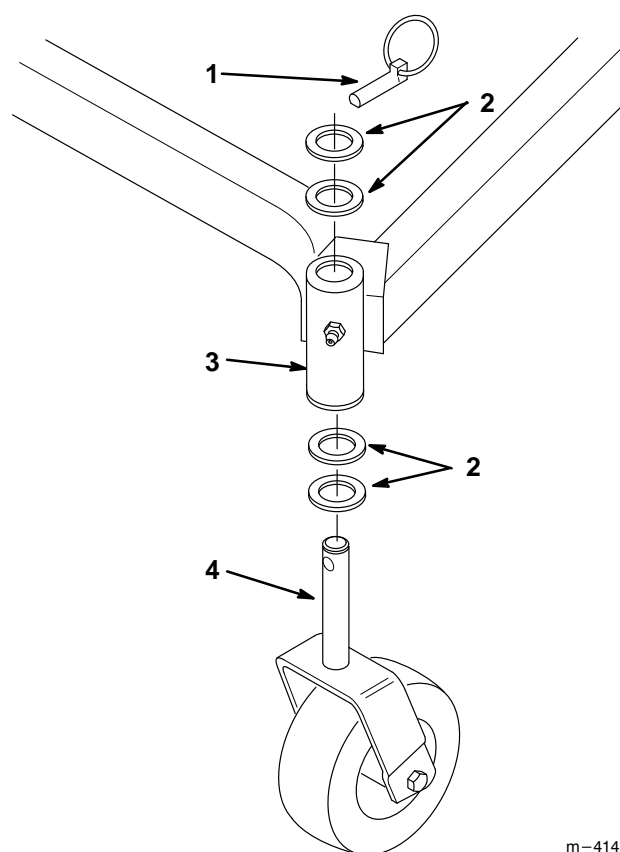

Abbildung 15
4. Um die Schnittmesserneigung in Längsrichtung zu verändern, an beiden Laufradgabeln die gleiche Anzahl von Druckscheiben verlegen. Die Druckscheiben von der Oberseite des Trägerrahmen-Montagerohrs zur Unterseite verlegen, um die Vorderseite des Mähwerks anzuheben. Die Druckscheiben von der Unterseite des Montagerohrs zur Oberseite verlegen, um die Vorderseite des Mähwerks abzusenken (Abb. 15).
4. Um den Seitenausgleich des Mähwerks zu verändern, die Druckscheiben nur an einer Laufradgabel verlegen. Die Druckscheiben von der Oberseite des Trägerrahmen-Montagerohrs zur Unterseite verlegen, um die entsprechende Seite des Mähwerks anzuheben. Die Druckscheiben von der Unterseite des Montagerohrs zur Oberseite verlegen, um die entsprechende Seite des Mähwerks abzusenken (Abb. 15).